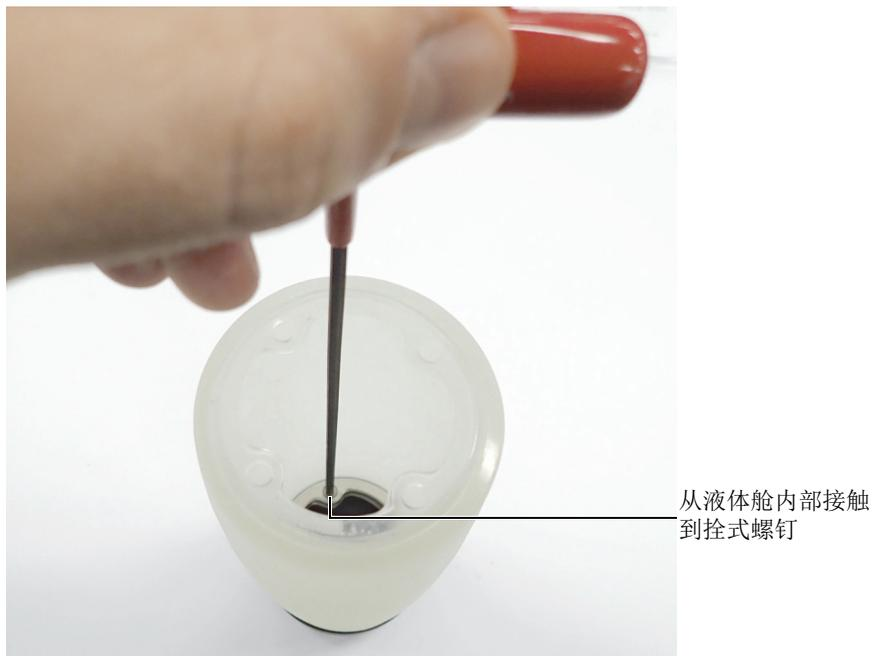

图 6-27 从液体舱内部拧紧装有液体控制阀的凸缘上的拴式螺钉
- b) 在液体舱内，使用十字螺丝刀拧紧不锈钢环上的4个拴式螺钉，先轻轻地拧，然后再拧紧（参见第99页的图 6-27）。